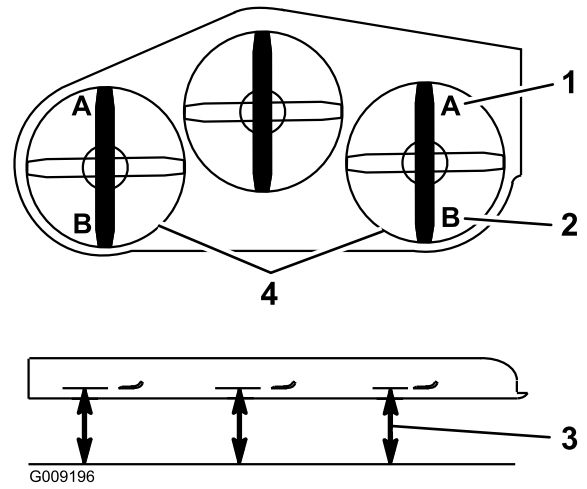

図 99
9. デッキの左右両側で、**図 99** に示すように、水平な床面から各ブレードの刃先までの高さを測定する A 位置。